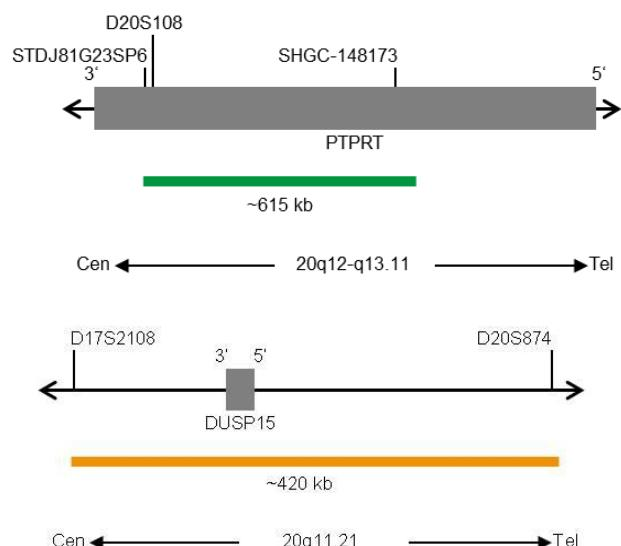

Fig. 1: Cima: SPEC PTPRT Mapa da sonda; Baixo: SPEC 20q11 Mapa da sonda (sem escala)
- Polinucleótidos (~10.0 ng/μl) com marcação ZyGreen (excitação 503 nm/emissão 528 nm), dirigidos ao mapeamento de sequências alvo em 20q12* (chr20:40,807,040-41,419,634) contendo o gene PTPRT (ver Fig. 1).
- Polinucleótidos (~4.5 ng/μl) com marcação ZyOrange (excitação 547 nm/emissão 572 nm), dirigidos ao mapeamento de sequências alvo 20q11.21* (chr20:30,301,019-30,719,110) (ver Fig. 1).